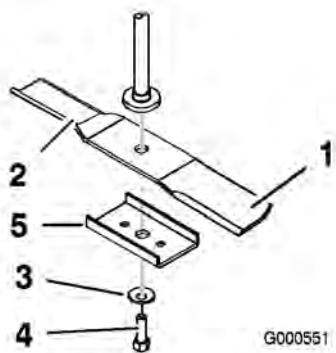

Bild 42
Halten Sie das Ende des Messers mit einem stark wattierten Handschuh oder wickeln Sie einen Lappen um es herum. Entfernen Sie die Messerschraube, Wellenscheibe, Messerverstärkung (nur 52 Zoll Mähwerke) und das Messer von der Spindelwelle (Bild 42).
1. Setzen Sie das Messer mit der Messerverstärkung auf die Spindelwelle (nur 52 Zoll Mähwerke), siehe Bild 42.
2. Setzen Sie die Wellenscheibe (Kappenseite zum Messer) und die Messerschraube ein (Bild 42). Ziehen Sie die Messerschraube mit 47 bis 88 Nm an.